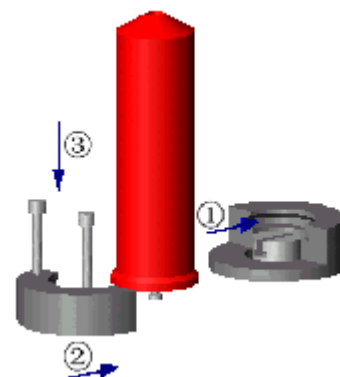

图 5-3
将泵头如图 5-3 所示，按①→②→③的步骤安装在仪器上。注意事项如下：
3) 泵头沿①的方向要推实,与固定座紧密连接不松动。